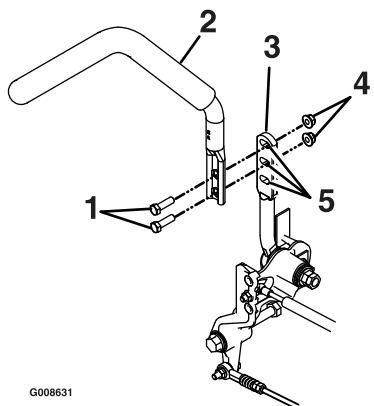

Figura 51
1. Retire los dos pernos que sujetan la palanca de control al brazo de la palanca de control (Figura 51).
2. Afloje el perno inferior lo suficiente para poder desplazar hacia adelante o hacia atrás la palanca de control Figura 51. Apriete ambos pernos para fijar la palanca en la posición nueva.